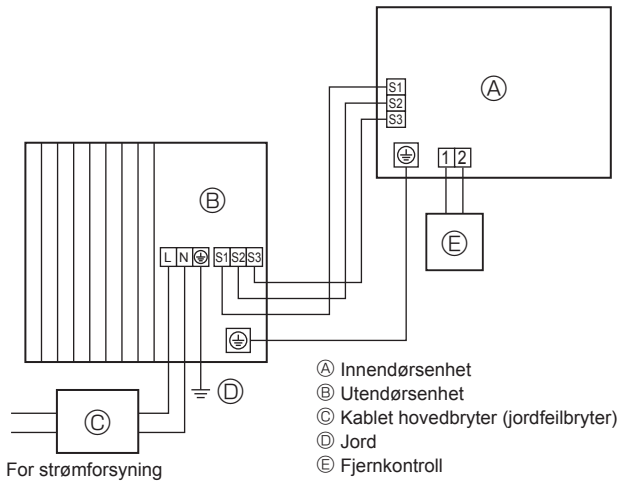
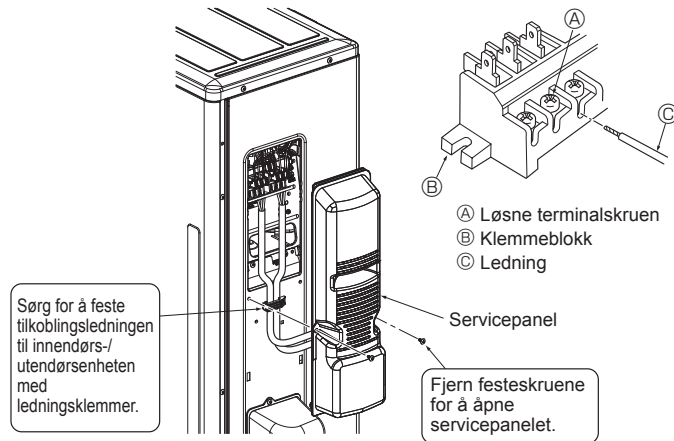
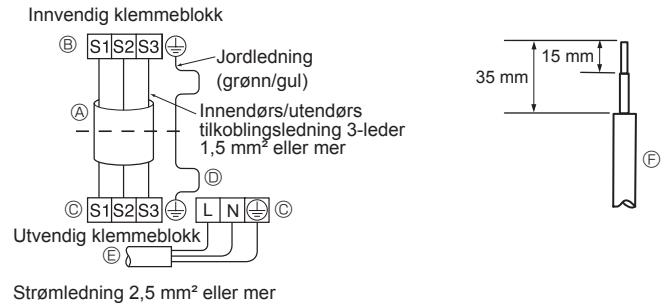

Fig. 6-1
Fig. 6-3
Fig. 6-2
6.1. Utendørsenhet (Fig. 6-1, Fig. 6-2, Fig. 6-3)
- ① Fjern servicepanelet.
- ② Koble til kablene med henvisning til Fig. 6-1, Fig. 6-2 og Fig. 6-3.
- Utfør kabling som vist i figuren nede til venstre. (Anskaff kablet lokalt) (Fig. 6-2) Sørg for kun å bruke kabler med korrekt polaritet.